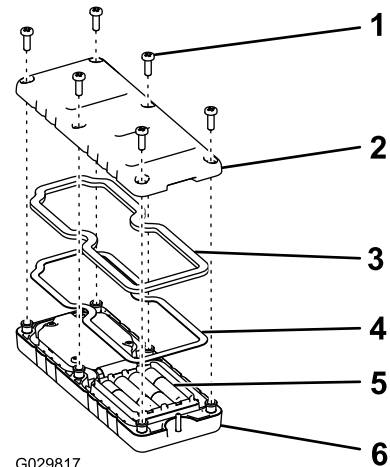

図 40
1. リモートの裏側にあるねじ6本を外してカバーを取る(図 40)。
5. カバーを元通りに取り付け、先に取り外したねじ6本を使って固定し 図 40、各ねじを $1.51.7\text{N}\cdot\text{m}$ $0.15\text{-}0.17\text{ kg}\cdot\text{m} = 13\text{ }15\text{ in}\cdot\text{lb}$ にトルク締めする。